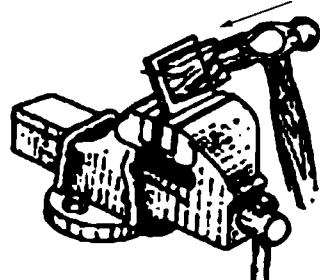
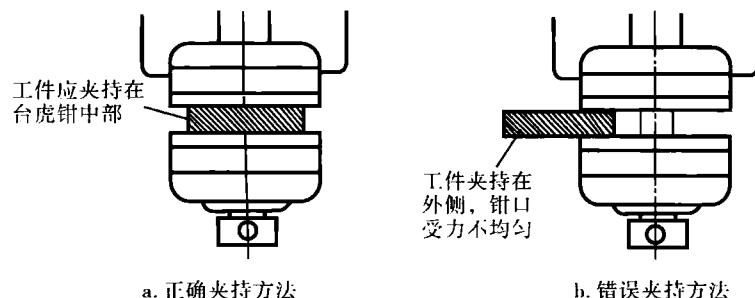

图 1-11 台虎钳受力要求
图 1-12 夹持工件方法
(4) 进行强力作业时，应尽量使力量朝向固定钳身，否则就会额外增加丝杠和螺母的受力，造成螺纹的损坏，严重时会折断螺母，使台虎钳不能正常使用。如图 1-11 所示。
(5) 台虎钳的钳砧座上可放置工具，也可用于小型薄板料的矫正。但不要在活动钳身的其他光滑表面上进行敲击作业，否则会降低它与固定钳身的配合性能。
(6) 丝杠、螺母和其他活动表面要经常清理污物，添加润滑油，并保持清洁。这样有利于润滑和防止生锈，也可延长台虎钳的使用寿命。
(7) 在允许的情况下，尽可能将工件夹持在台虎钳的中部，以免使钳口受力不均，如图 1-12 所示。